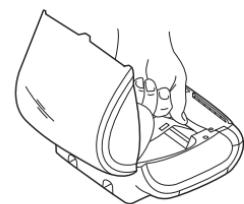

Figure 10
- 7 Alignez le bord gauche de l'étiquette avec le bord gauche de la fente d'acheminement des étiquettes et insérez l'étiquette dans la fente. (Figure 10)